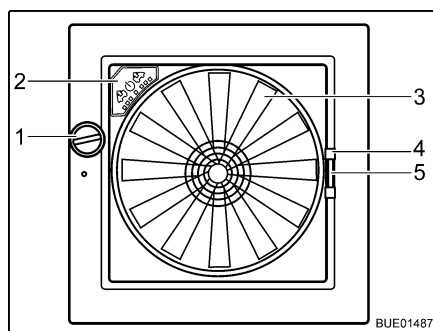

Bild 50 Dachhaube Omni-Vent
- Drehknopf (Bild 50,1) drehen, bis der gewünschte Öffnungswinkel erreicht ist.
- Drehknopf (Bild 50,1) drehen, bis Dachhaube vollständig geschlossen ist.
- Insektenschutz am Griff (Bild 50,4) zur gegenüberliegenden Rahmenseite ziehen.
- Griff (Bild 50,5) der Verdunklung zusammendrücken.
- Ventilator** Wenn die Dachhaube geöffnet ist, kann der Innenraum mit dem 6-stufigen Ventilator (Bild 50,3) belüftet und entlüftet werden. Der Ventilator wird am Bedienfeld (Bild 50,2) bedient.